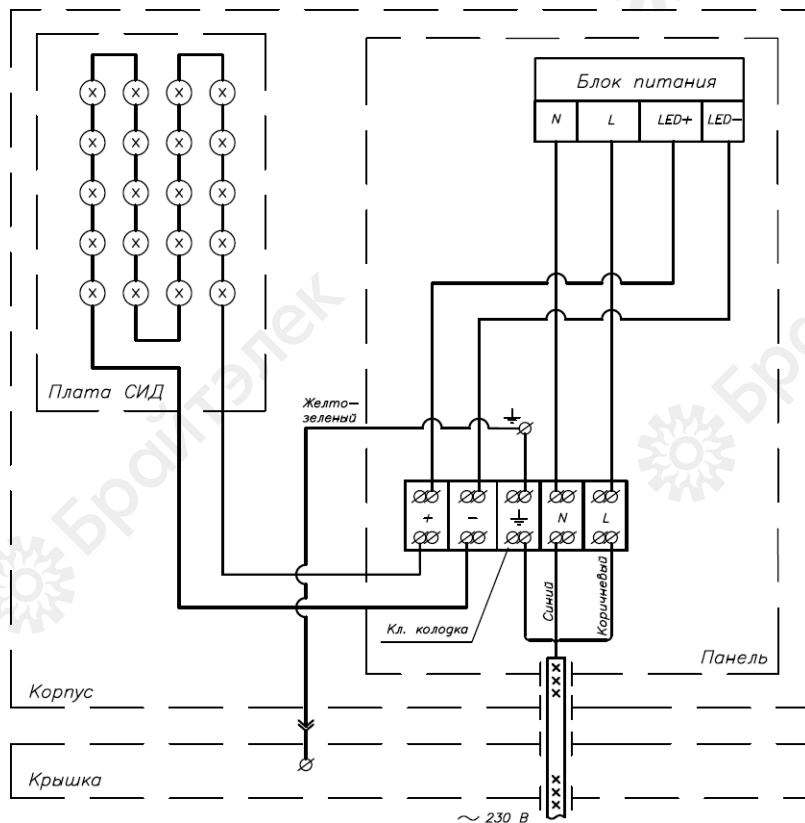

Рисунок 1. Схема электромонтажная светильника «Койа»
4.3 Подключить светильник к питающей сети (см. рисунок 1) при помощи питающего кабеля (входит в комплект поставки) и проверить его на загорание.